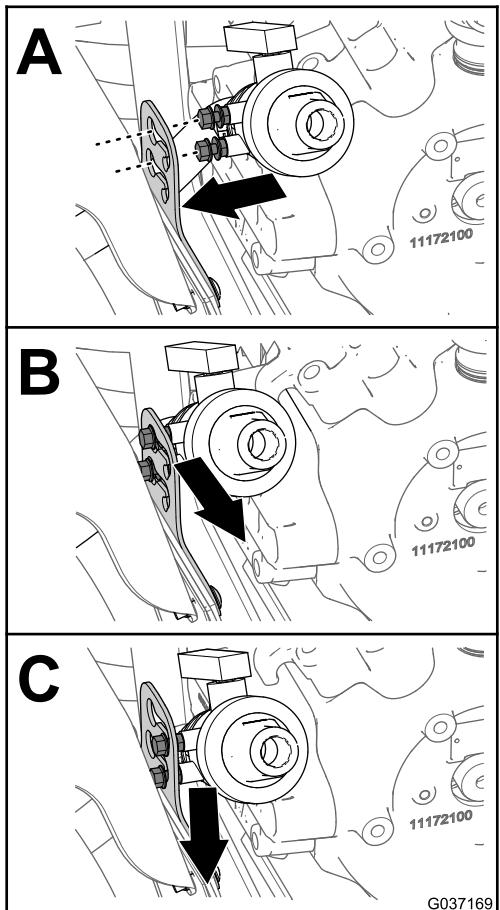

Figura 16
- Alinee las contratuerzas de la válvula de drenaje con los orificios de las ranuras en el soporte de la válvula de drenaje (A en la Figura 16).
- Desplace la válvula de drenaje hacia el exterior y hacia abajo para fijar la válvula al soporte (B y C en la Figura 16).